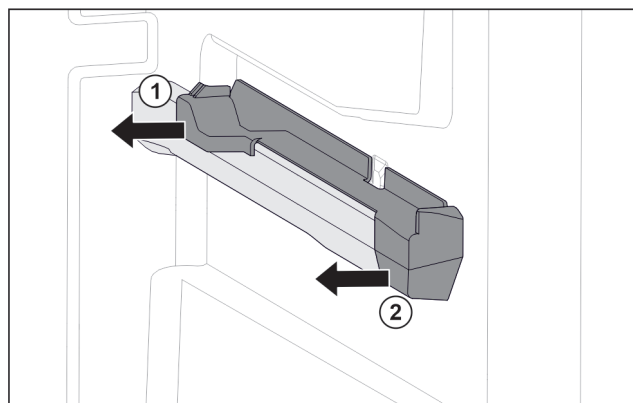

Fig. 73 Påsettsingsdel på høyre beholderribbe
- ▶ Trekk av påsettsingsdel bak til siden. Fig. 73 (1)
- ▶ Trekk av påsettsingsdel foran til siden. Fig. 73 (2)